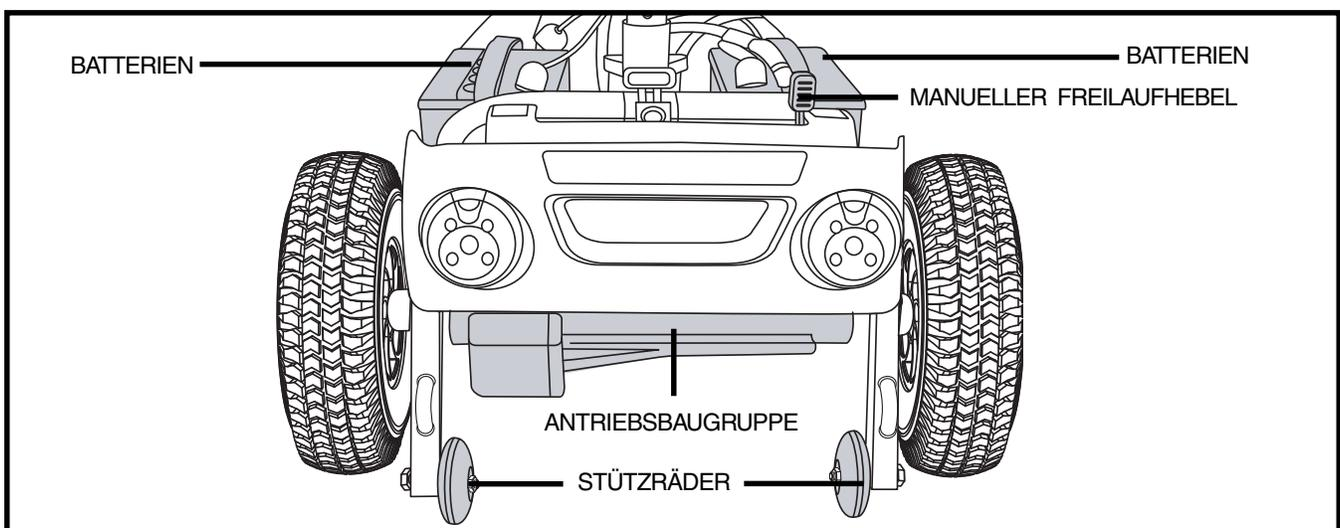

Abb. 8. Heckteil
Die Batterien, der Hauptunterbrechungsschalter (Rücksetzschalter), der manuelle Freilaufhebel, die Stützräder und die Motor-/ Getriebebaugruppe befinden sich im hinteren Teil Ihres Elektromobils. **Siehe Abb. 8.**
- Der manuelle Freilaufhebel befindet sich am Ende der Antriebsbaugruppe, rechts am Heck Ihres Elektromobil. **Siehe Abb. 8.**